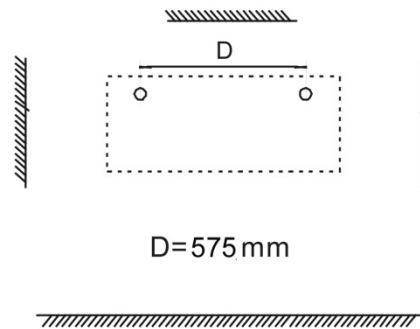

Figura 2
2. Taladrar la pared para la colocación de dos tapones Fisher Ø 8 mm. (figura 2) – D= 575 mm